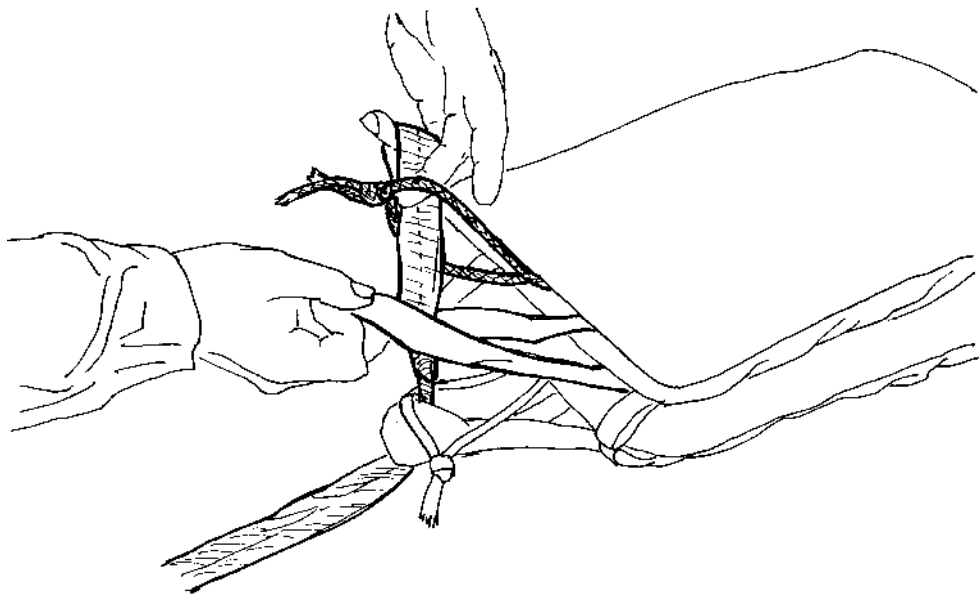

Figure 3.33 – Mise en place de la S.O.A. (2)
- puis dans les bretelles et dans la drisse de liaison du deuxième PE9 (figure 3.33) ;